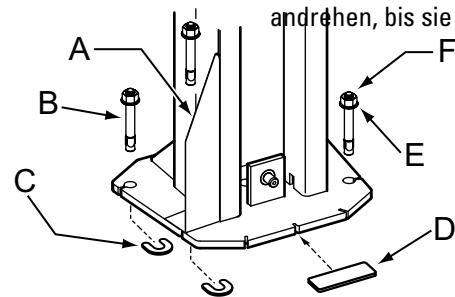

Abb. 7a
7. WICHTIG Beide Säulengrundplatten mit den mitgelieferten Hufeisen-Beilagen unterfüttern, bis beide Säulen im Lot stehen (Abb.7a). Wenn eine Säule erhöht werden muss, um in der Höhe zur anderen Säule zu passen, sollten Beilagenplatten in passender Größe verwendet werden (siehe Beilagen-Kit). Erneut überprüfen, ob die Säulen lotrecht stehen. Bei Hebebühnen der M-Serie Zehenschutz installieren (Abb. 7a). Die Schrauben der Schwerlastanker mit einem Installations-Drehmoment von 200 Nm (20,4 kg-m) anziehen. Die Beilage darf NICHT DICKER als 13 mm sein. Die Säulenverlängerungen ebenfalls lotrecht stellen. Wenn sich die Schrauben der Schwerlastanker nicht auf 200 Nm (20,4 kg-m) festziehen lassen, Beton unter beiden Säulengrundplatten mit einer 20 N/mm²-Betonunterfütterung von 1.219 mm x 1.219 mm, 152 mm Dicke, mit dem Boden bündig abschließen lassen. Beton aushärten lassen, bevor Verankerungen und Hebebühne installiert werden.